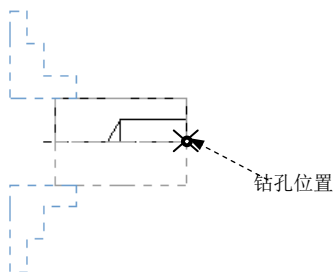
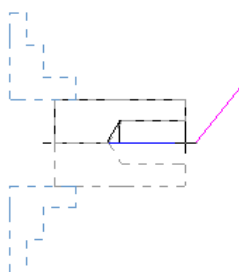

图 13.8.4 定义钻孔位置
图 13.8.5 刀具路径
在“车床-钻孔 属性”对话框中单击 **深孔钻-无啄孔** 选项卡，界面如图 13.8.3 所示，在 **深度...** 文本框中输入值 -35.0，单击 **P 钻孔位置** 按钮，在图形区选择图 13.8.4 所示的点（最右端竖线与轴中心线的交点处），其他参数采用系统默认设置值，单击该对话框的 **✓** 按钮，完成钻孔参数的设置，此时系统将自动生成图 13.8.5 所示的刀具路径。
(2) 在“路径模拟控制”操控板中单击  按钮, 系统将开始对刀具路径进行模拟, 结果与图 13.8.5 所示的刀具路径相同, 在“路径模拟”对话框中单击  按钮。